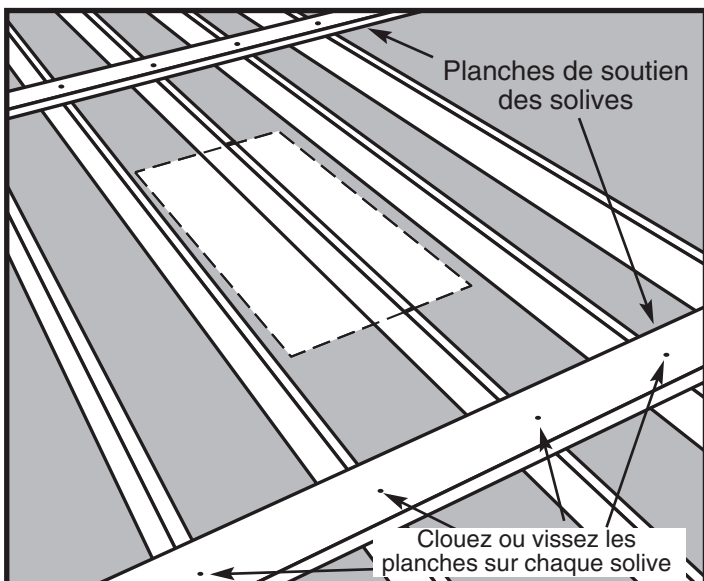

Figure 9
Étape 2. Coupez (2) planches de la taille des solives assez longues pour relier (2) solives de chaque côté de votre emplacement choisi (Voir la Figure 9). Ces planches vont soutenir les solives qui vont être coupées et aider à empêcher le plafond de s'affaisser ou de s'écrouler complètement pendant que vous travaillez dans l'espace du dessus.
Étape 3. Placez ces planches approximativement à 61 cm (4") du bord de votre emplacement choisi, et clouez-les (Voir la Figure 9).